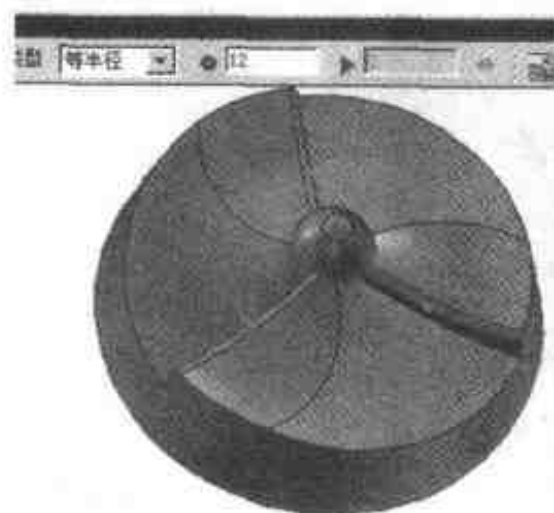

图 2.137 过渡棱边
- (1) 以 R12 为半径过渡如图 2.137 所示的三条棱边。